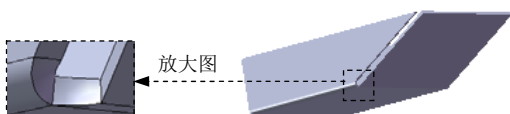
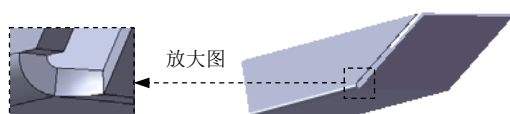

图 7.5.10 选中“开放折弯区域”复选框
图 7.5.11 取消选中“开放折弯区域”复选框
- 选中 ☒ **开放折弯区域(O)** 复选框后生成的闭合角, 如图 7.5.10 所示; 取消选中 ☐ **开放折弯区域(O)** 复选框生成的闭合角, 如图 7.5.11 所示。